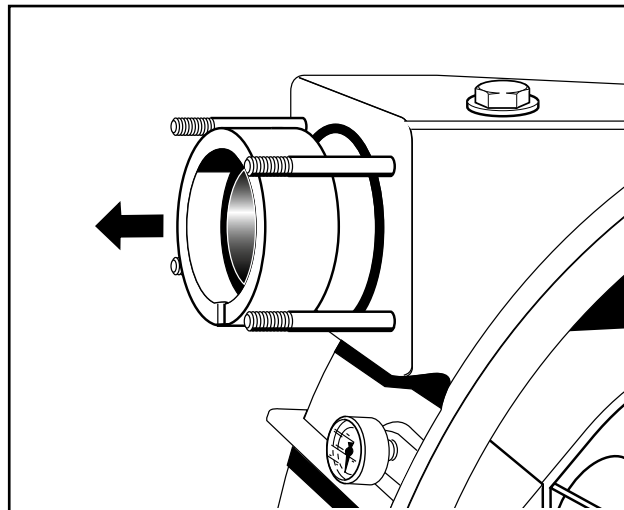

Fig. 30 Demontering klemringspakke
6. Demonter så afluftningsslangen (fig. 30). Fjern holdering, klemring, aftrappet ring og O-ring fra fødeslangen (fig. 30).